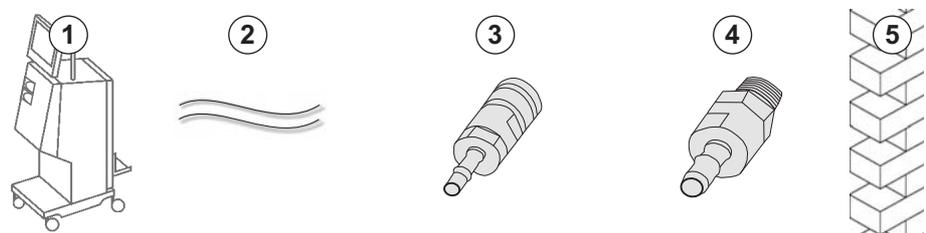

Fig. 4-7 Conectores Aquaboss de concentrado centralizado
- Conector de concentrado fêmea (Fig. 4-7, ③) (lado da máquina), material 1.4529 EPDM
- Conector de fecho macho de concentrado AISL 316I ( ④ , lado da parede), material 1.4529 EPDM
1. Adapte o conector fêmea de concentrado ③ ao tubo de fornecimento concentrado central ② vindo diretamente do equipamento de diálise.
2. Adapte o conector fêmea de concentrado ③ ao conector de fecho macho de concentrado ④ , o qual se encontra fixo na parede.